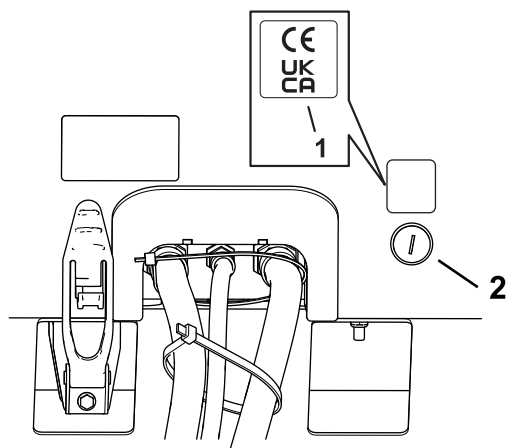

Bild 6
1. Verwenden Sie Reinigungsalkohol und einen sauberen Lappen, um den Bereich der Haube neben dem Haubenriegel zu reinigen, und lassen Sie die Haube trocknen (Bild 6).